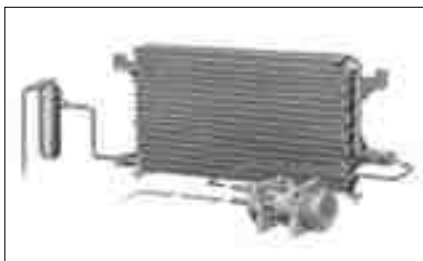

FIG. 4
- el tornillo de fijación del disco (fig. 4).